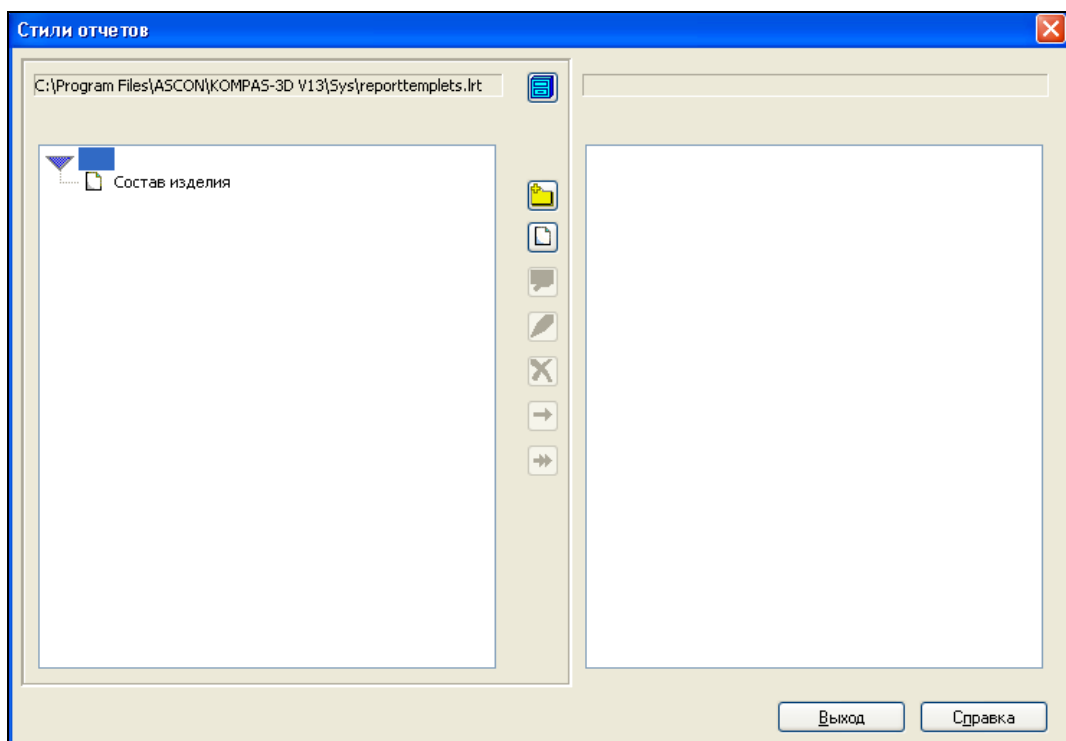

Рис. 9.14. Диалоговое окно **Стили отчетов**
- ◆ с помощью команды **Стили отчета**  из панели **Отчеты** или из Строки меню командой **Сервис ► Библиотеки стилей, типо в, оформлений и основных надписей**. После вызова появляется диалоговое окно **Стили отчетов** (рис. 9.14), в котором вы можете создавать, просматривать, редактировать стили, хранящиеся в библиотеке, а также редактировать структуру библиотек, копировать и перемещать стили из одной библиотеки в другую. Работа с этим диалогом аналогична работе с диалогом **Управление свойствами** (см. рис. 9.5);